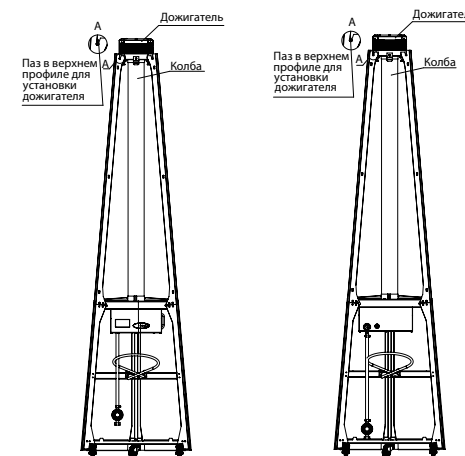

Рис. 12 Установка колбы и дожигателя
- Извлеките из коробки колбу и аккуратно вставьте дожигатель в пазы профилей (рис.12), фиксируя колбу, затяните винты;